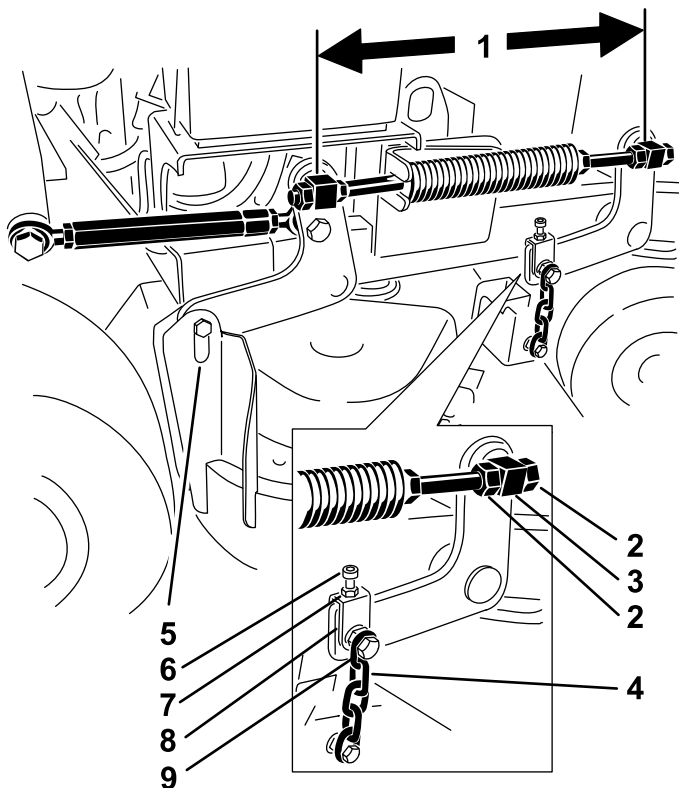

Figura 78
il centro delle parti girevoli (distanza da centro a centro) su ogni asta filettata (Figura 78).
2. Allentate i controdadi nella parte girevole **anteriore** (Figura 78).
4. Serrate i controdadi sulla parte girevole **anteriore** (Figura 78).
4. Allentate i controdadi sulla parte girevole anteriore destra e sinistra (**Figura 78**).
6. Serrate i controdadi sulla parte girevole anteriore destra e sinistra (**Figura 78**).
4. Allentate i controdadi sulla parte girevole anteriore sinistra (**Figura 78**).
6. Serrate i controdadi sulla parte girevole anteriore sinistra (**Figura 78**).
5. Allentate i bulloni superiori della catena (Figura 78).
6. Allentate i controdadi su ciascuna forcilla (Figura 78).
8. Serrate i controdadi e i bulloni superiori della catena (Figura 78).